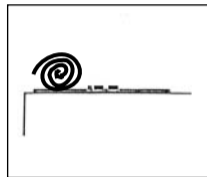

Fig. 7: Material de alfombras como absorbente de ruido.
- atenuar el ruido perturbador con material de alfombras entre el micrófono y la fuente sonora parásita (véase Fig.7).